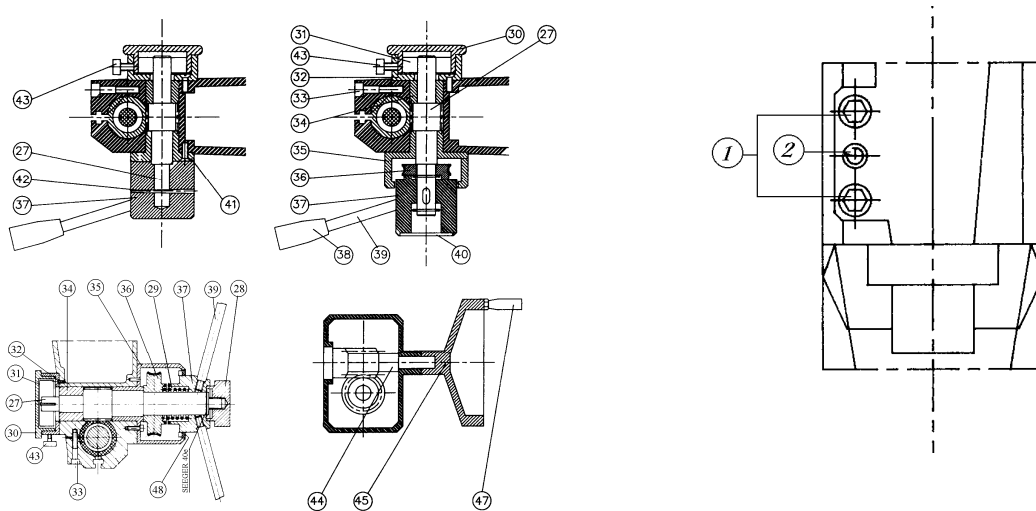

FIG.1
DESCENTE LENTE : pour enclencher la descente lente (47) figure 1 appuyer sur le cabestan (40) (illustration du dispositif d’enclenchement) ; pour revenir en descente normale , tirer vers l’extérieur .
**3.2 REGLAGE DU RESSORT DE RAPPEL DE BROCHE (FIG. 1)**
### **3.3 REGLAGE DU JEU DE FOURREAU (FIG.1)**